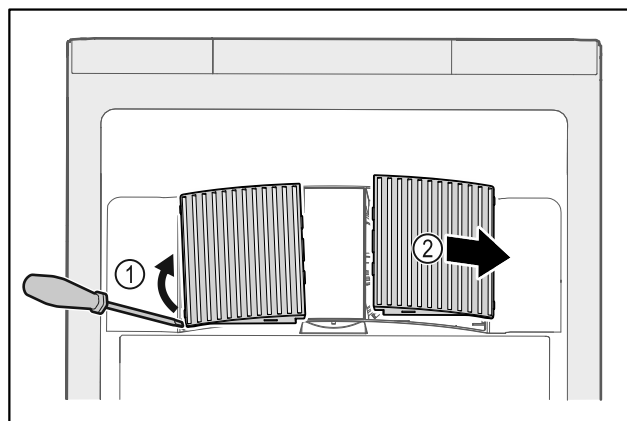

Fig. 199
- ▶ Z boku opatrně vytáhněte ventilátorové kryty Fig. 199 (1) a sejměte je směrem dopředu Fig. 199 (2).